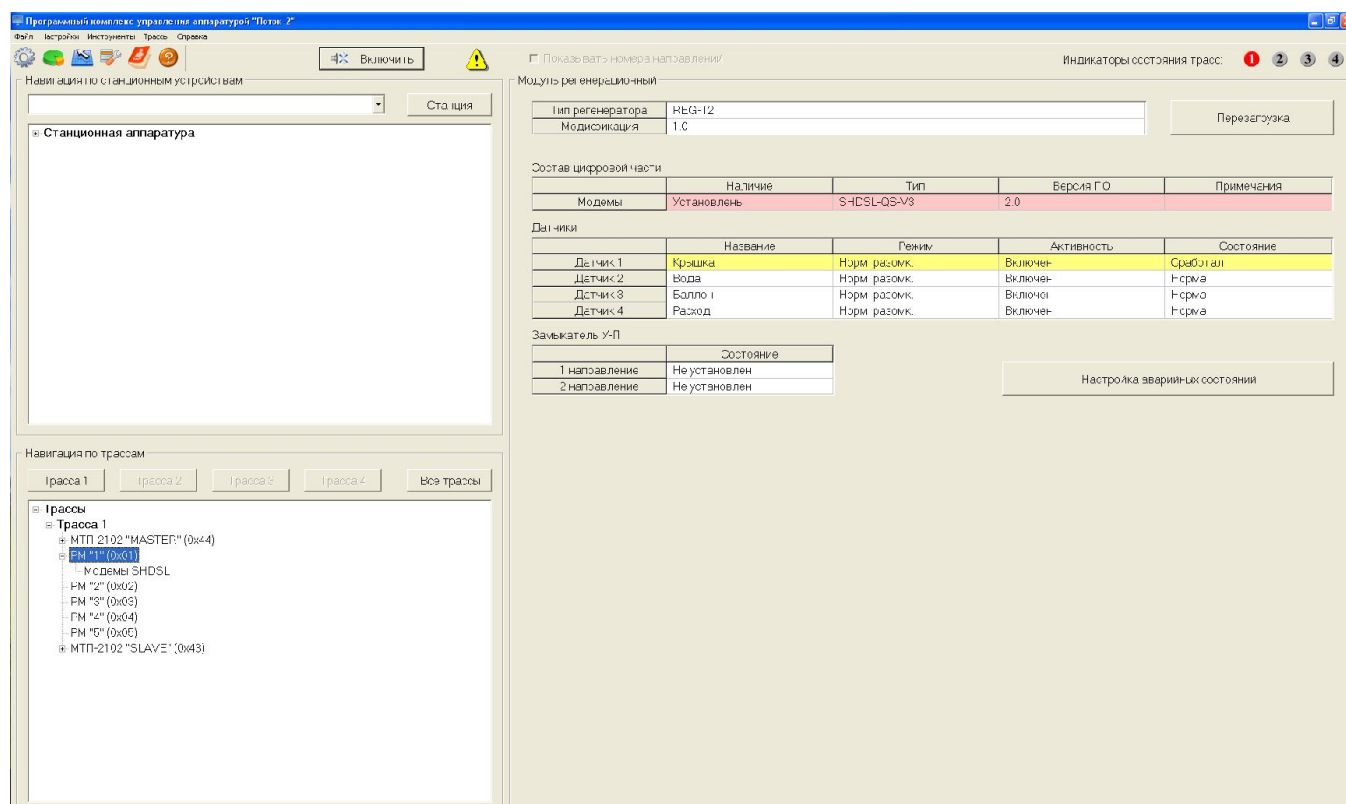

Рисунок 8 - Модуль регенерационный REG-T2 (ПО «Поток-2»)
10.1.3 В поле «Тип регенератора» должен отображаться тип - «REG-T2» (см. рисунок 8).
При отсутствии замыкателя У-П в поле «Состояние» будет надпись – «Не установлен» для каждого из двух направлений (см. рисунок 8 и 9) .